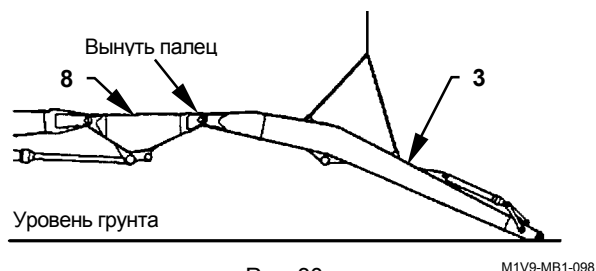

Рис. 30
5. Поднимая рукоять (3), вынимают палец, соединяющий головную часть (3) рукояти со средней частью (8) рукояти. (рис. 30)